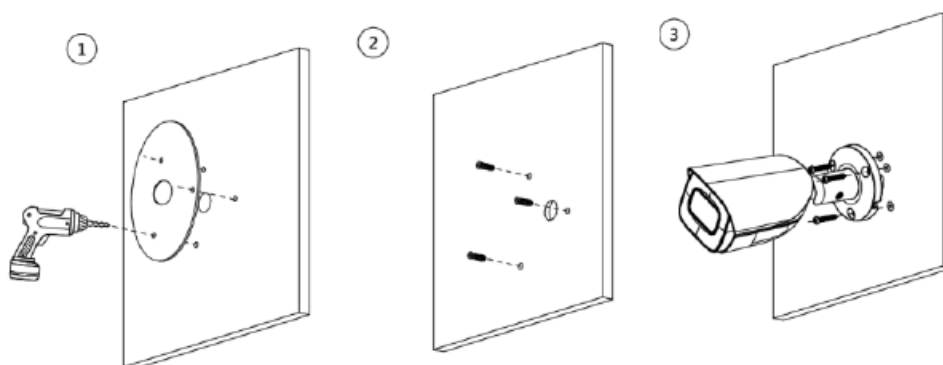

Рисунок 1.4 – Настенное крепление видеокамеры
2. Используя крепежные элементы из комплекта поставки, закрепите видеокамеру на установочной поверхности (Рисунок 1.4).